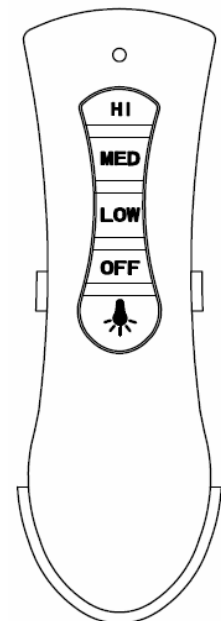

Abb. 14b
- Setzen Sie die Fernbedienung in die Halterung. (Abb. 14b)